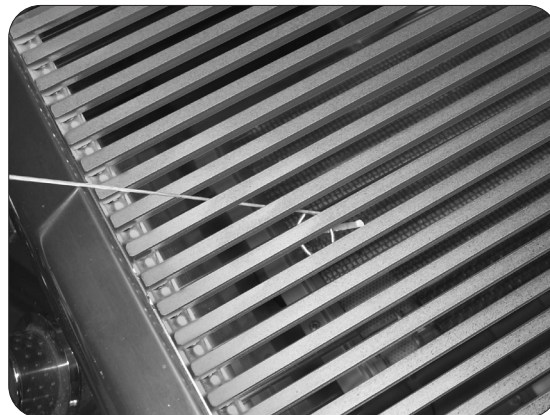

Fig. 34-2 - Éclairage manuel
2. Insérez un allumeur brûlant de butane de long-baril, une allumette brûlante de long-tige, ou une allumette brûlante tenue par un support de prolongation de fil par la grille à cuire s'ouvrant au dessus du brûleur (fig. 34-2).
4. Si le brûleur ne se allume pas dans les cinq (5) secondes de tourner le bouton de commande, enfoncez immédiatement le bouton et tournez la valve à **AU LOIN**. **ATTENDEZ CINQ (5) MINUTES** avant de répéter les étapes 2 à 4 des instructions manuelles d'éclairage.